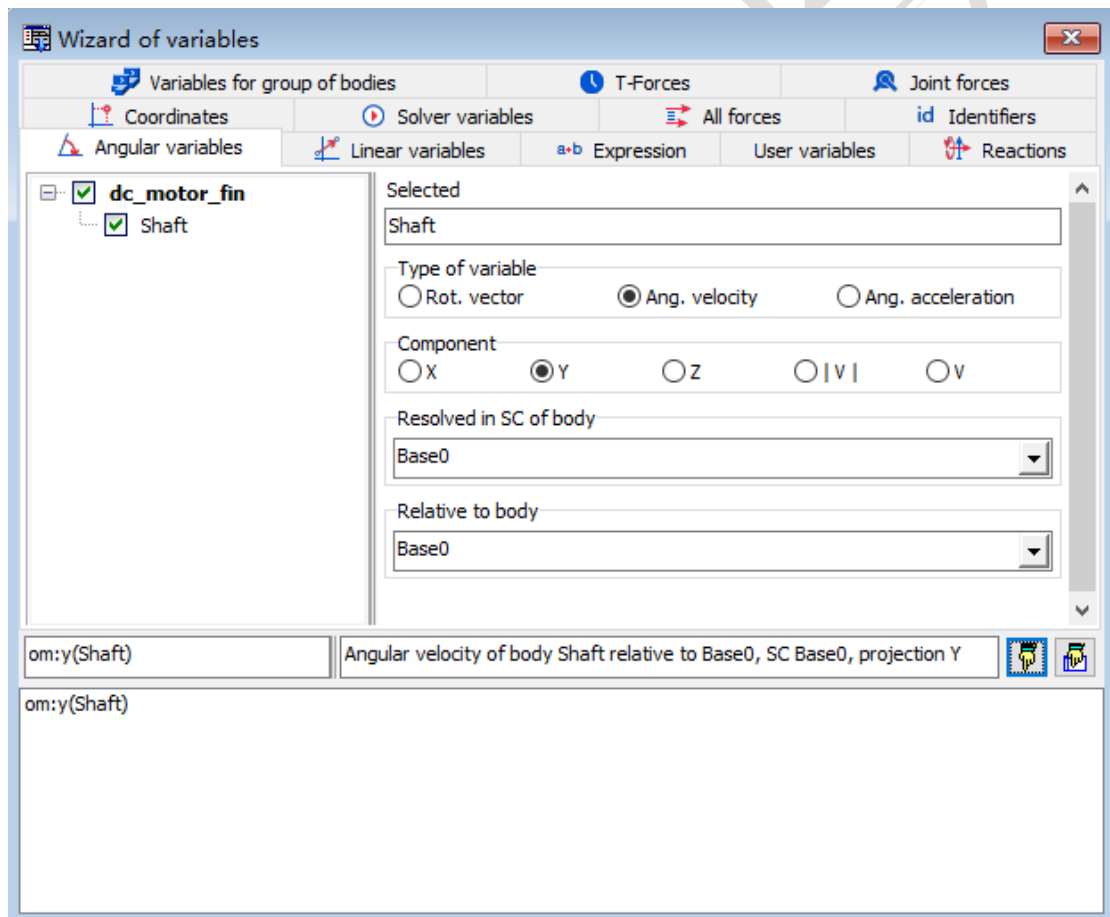

图 3.19 创建传动轴角速度变量
3. 在左侧列表选中 **Shaft**，选择 **Type of variable** 为 **Ang.velocity**，设置分量 **Component** 为 **Y**，如图 3.19 所示。